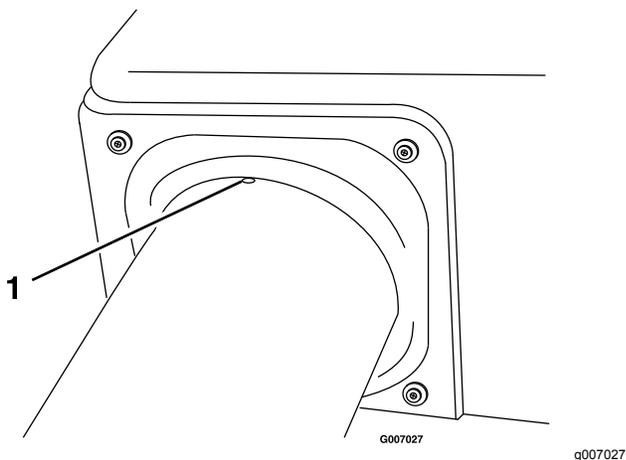

Figura 49
- 6. Allineate la fossetta nel tubo superiore in ugual misura tra le viti che fissano la guarnizione della tramoggia alla tramoggia stessa (Figura 49).
10. Verificate che la fossetta di Figura 49 sia ancora in posizione.